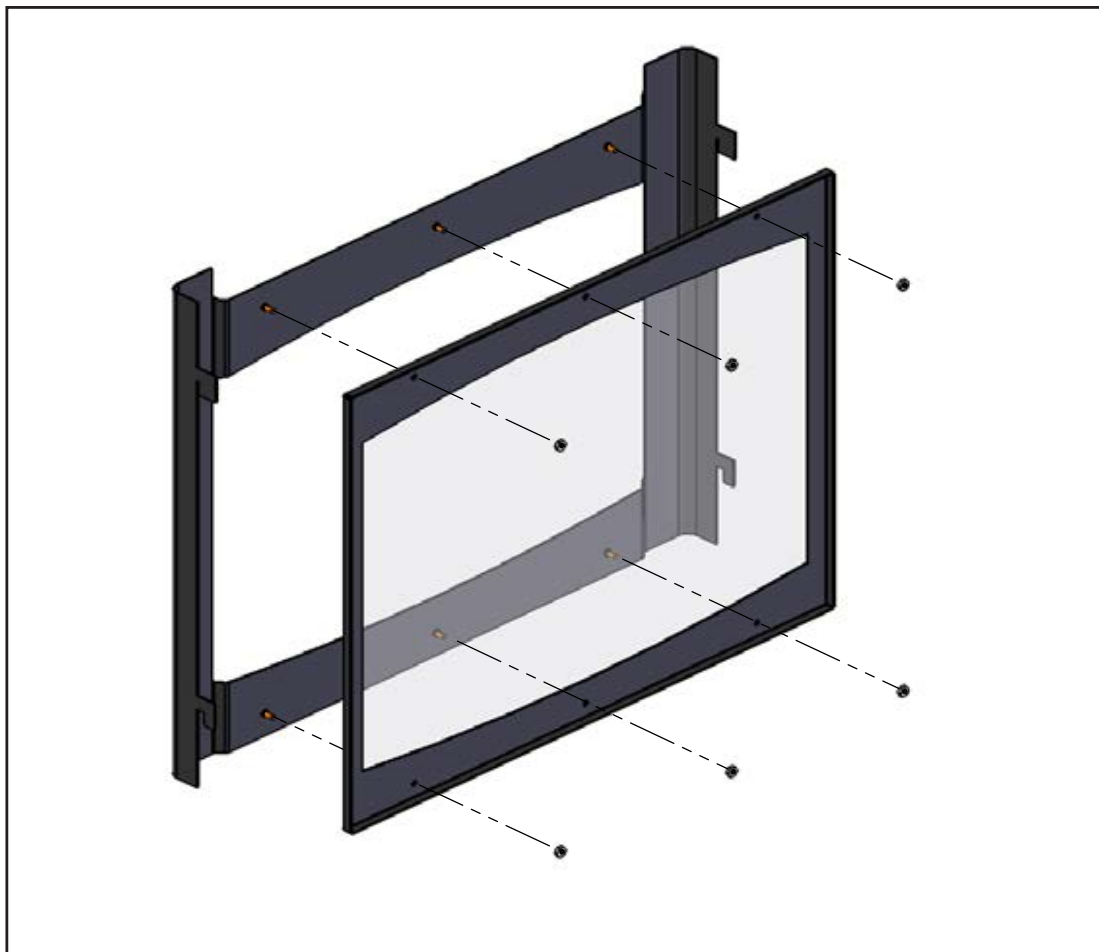

Figure 66: enlèvement de la sécurité de l'écran
4. En utilisant une clé de 11/32 ", retirer le # six (6) 8 écrous comme indiqué dans la figure 66.